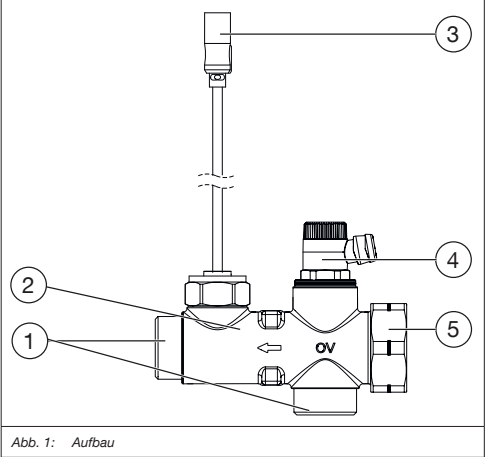

Abb. 1: Aufbau
4. Lösen Sie die Überwurfmuttern (siehe Abb. 1 (1)) am Volumenstromsensors und nehmen Sie den Volumenstromsensor von den Rohren ab.
i	Wenn ein Trinkwasserzirkulationsmodul vorhanden ist, entfernen Sie die Verschlusskappe (siehe Abb. 1 (5)).
6. Setzen Sie die beiliegenden Dichtungen in die Überwurfmuttern (siehe Abb. 1 (1)) ein und ziehen Sie sie fest. (Drehmoment 45 Nm).